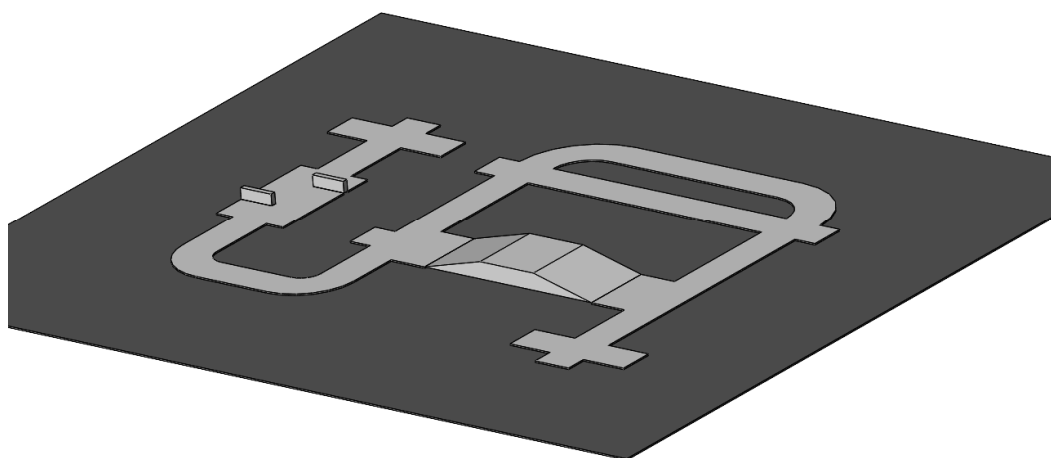

图 3 赛道参考示意图
2. 结束：机器人最后一只脚迈过终点线结束计时，赛道终点线后为终点区域，不计入比赛区域。由于赛道为双向赛道，当机器人起始位置确定时，赛道另一端为终点线，如图 3 所示。